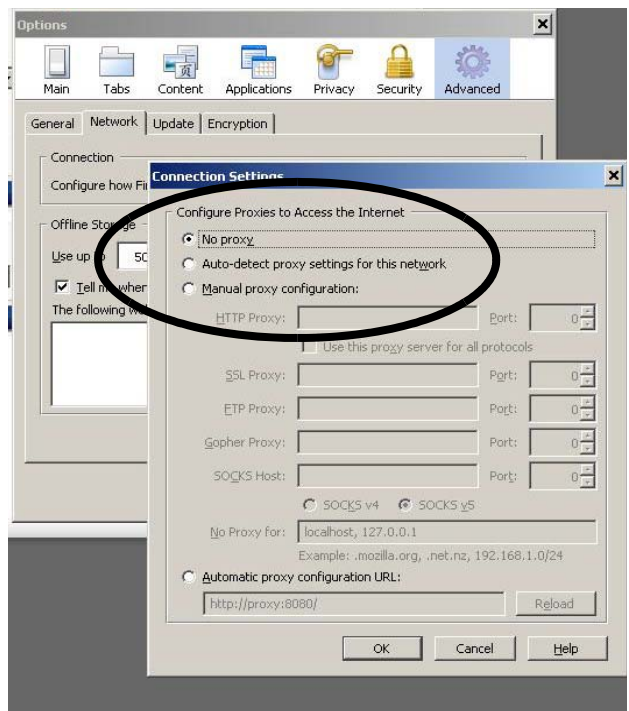

FIG. 28: Apague los ajustes Proxy (Firefox solamente)
2. *Se aplica a Firefox solamente:* Para operar en una red ProMix 2KS/3KScon Firefox tiene que apagar los ajustes Proxy de su navegador. En su navegador Firefoxvaya aHerramientas>Opciones>Avanzado>pestaña de Red>Ajustes de Conexión. Haga click en "No proxy" Vea FIG. 28